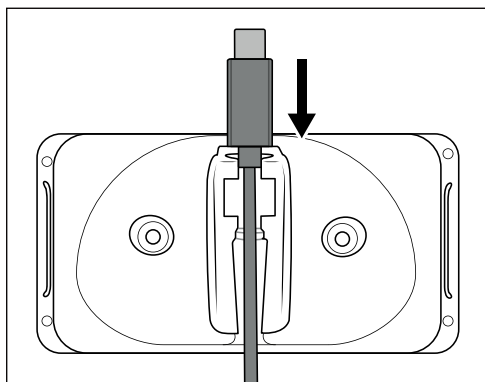
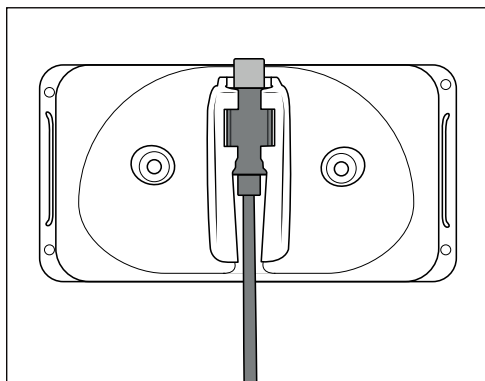

Fig. 1
Fig. 2
- ▶ Assicurarsi che nella parete non si trovino linee di corrente o di altro tipo, ovvero tubi, prima di praticare i fori per il supporto a parete ③. La perforazione di una linea elettrica comporta pericolo di morte!
- 1) Inserire il connettore USB tipo C ⑤ del cavo di carica USB ④ nel supporto a parete ③ (vedere fig. 1). Spingere il connettore USB tipo C ⑤ verso il basso finché non s'innesta nel supporto a parete ③ (vedere fig. 2).